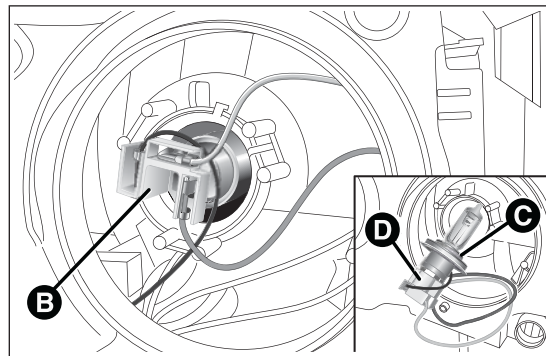

fig. 116
- spingere verso il basso il gruppo connettore + portalamпада B fig. 116;